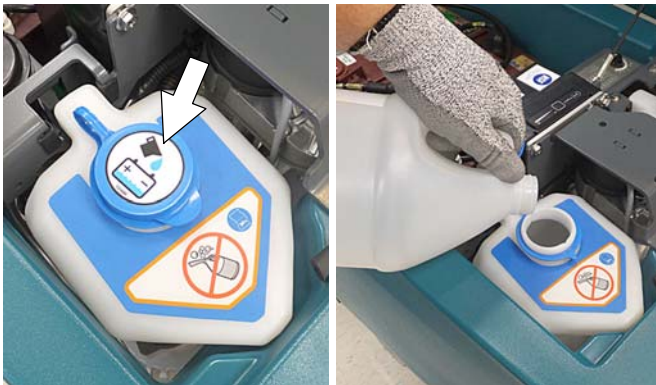

ABB. 105
12. Automatische Batteriebewässerungsoption – Tank mit destilliertem Wasser nachfüllen (Abbildung 105). Verschluss wieder aufsetzen.